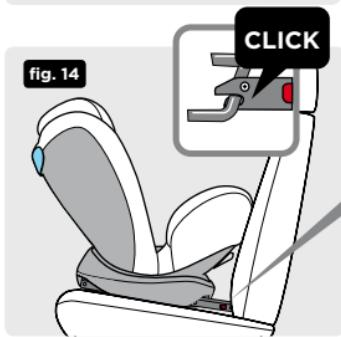

fig. 14
7. Sujete la silla de seguridad con ambas manos e introduzca los dos brazos del sistema Isoclick fix (19) firmemente en las guías de inserción (26) hasta que los brazos de bloqueo queden acoplados con un clic en ambos lados. El botón rojo cambiará a parcialmente verde en ambos lados (fig. 14).